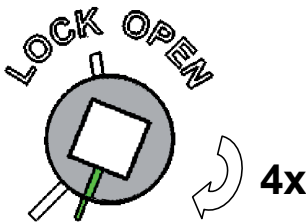

Abb. 6
3.	Drehen Sie den Antrieb nach LINKS (ca. eine halbe Umdrehung), bis der Riegel eingefahren ist. Die Marke auf dem Antrieb deckt sich mit der „Open“ Marke (siehe Abb. 6).